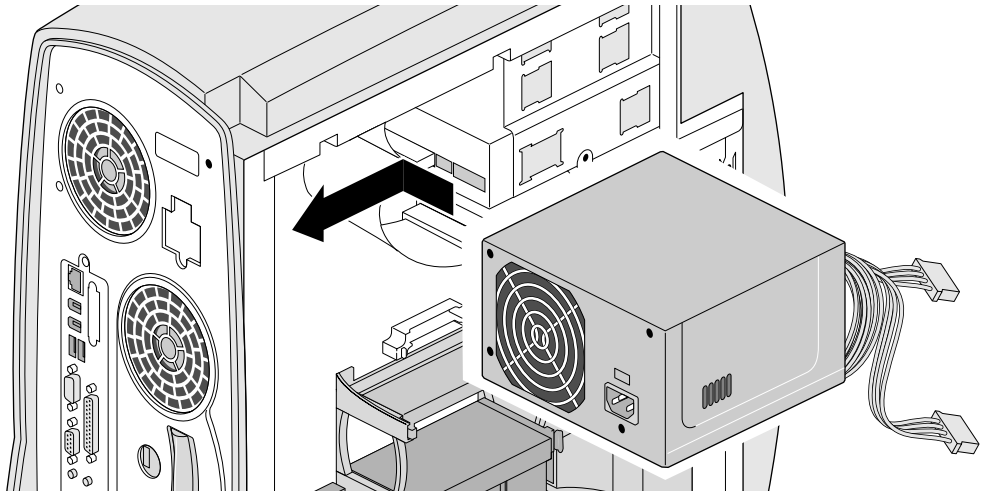

Figure 7-4 Installation du bloc d'alimentation
3. Insérez le bloc d'alimentation dans l'angle supérieur gauche du système, comme indiqué à la Figure 7-4.